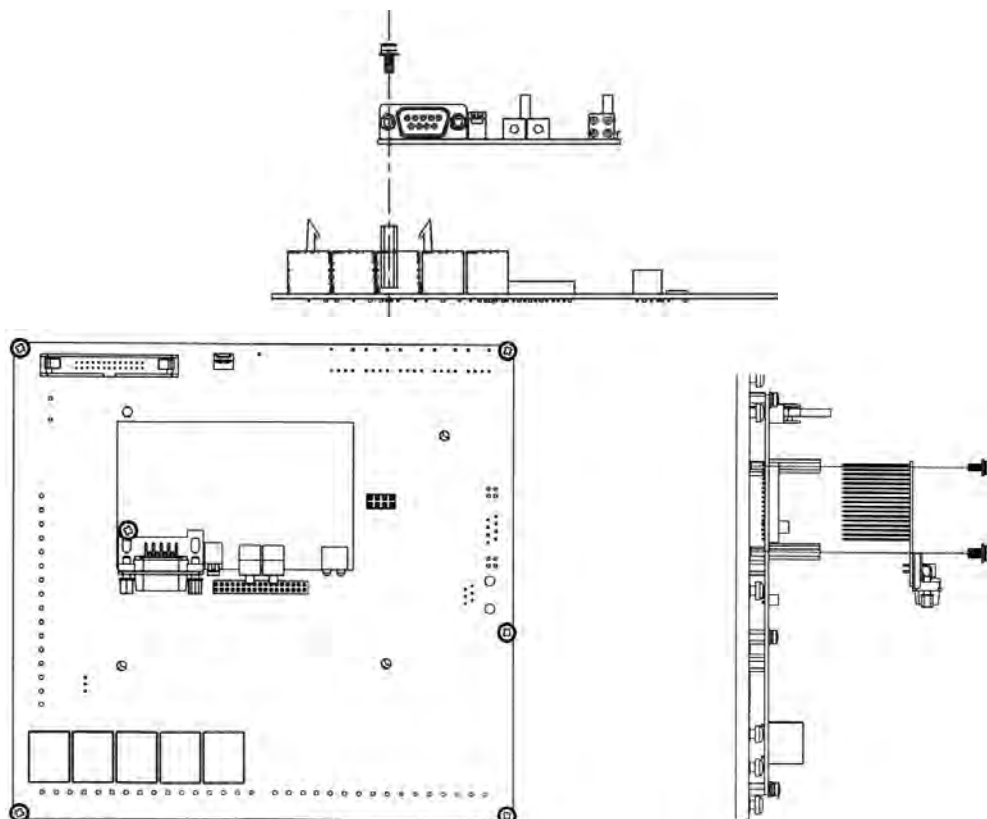

Рис. 9.1. Установка электронной платы Fieldbus
3. Осторожно соедините штекерный разъем XC140 с соответствующим гнездом MVC4. Убедитесь в точном соответствии всех контактов разъема XC140 (Рис. 9.1 на стр. 9-1).